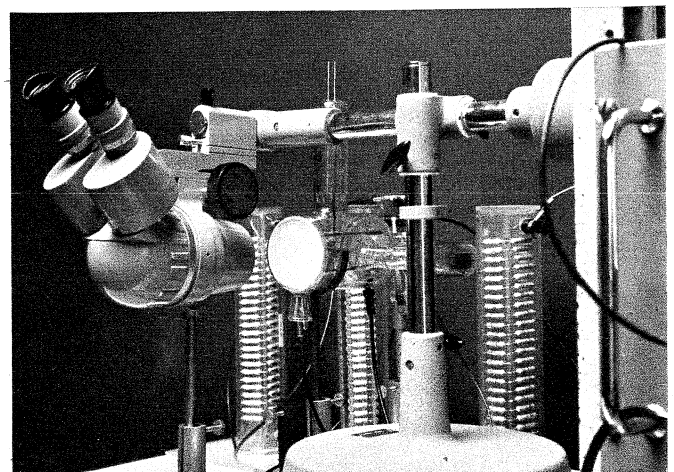

Bild 2. Feldionen-Mikroskop zur direkten Beobachtung der Position und der Bewegung einzelner Atome
**Feldionen-Mikroskop:** Mit dieser Einrichtung (Bild 2) lassen sich die Positionen und Bewegungen einzelner Atome mit dem menschlichen Auge beobachten. Das Gerät kombiniert dank Anwendung des Kanalnoden-Bildwandlers einen hohen Vergrößerungsfaktor ( $\approx 10^6$ ) mit hoher Auflösung ( $\approx 0,2$  nm). Die Kanalnode hat eine Vielzahl von Kanälen mit 40  $\mu$ m Durchmesser. Das Ionenbild wird am Eingang in ein elektrisches Signal umgewandelt. Sekundärelektronenprozesse in den Kanälen und eine sehr hohe Nachbeschleunigung ergeben das vergrößerte, helle Bild. Im Bildverstärker lassen sich verschiedene Gase, wie Helium und Neon, eventuell auch Argon, Xenon und Methan, verwenden, die zur Ionisation u. U. mit niedrigeren elektrischen Feldern als bisher auskommen.